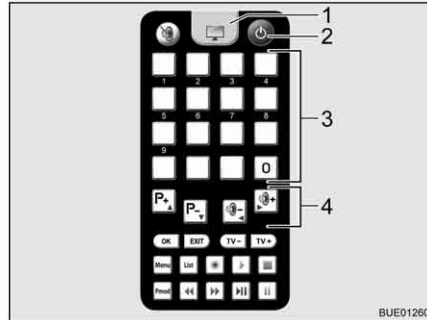

Fig. 32 Telecomando televisore
- Premere il tasto "⏻" (Fig. 32,2) sul telecomando. L'impianto si porta nella modalità di ricerca. Viene emesso un segnale acustico fisso.
- Per passare dalla ricezione televisiva al telecomando per il televisore, premere il tasto del televisore (Fig. 32,1). Il segnale acustico cessa. Sullo schermo compare un'immagine.
- Selezionare l'emittente desiderata con i tasti memoria (Fig. 32,3) sul telecomando del televisore o con i tasti funzione (Fig. 32,4).